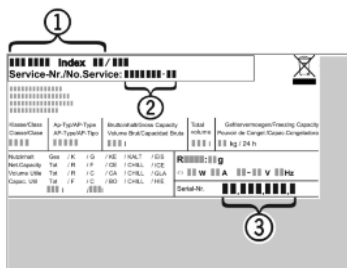

Fig. 7
- ▶ Identificați denumirea aparatului *Fig. 7 (1)*, numărul de service *Fig. 7 (2)* și numărul de serie *Fig. 7 (3)* pe marca de fabricație. Marca de fabricație se află pe partea stângă în interiorul aparatului.
- ▶ Informați serviciul de asistență a clienților și comunicați tipul defecțiunii, denumirea aparatului *Fig. 7 (1)*, numărul de service *Fig. 7 (2)* și numărul de serie *Fig. 7 (3)*.